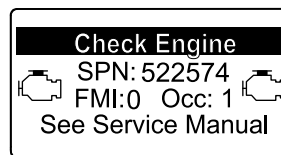

Figura 52
- Advertencia del motor SPN 522574, FMI: 0 (Figura 52)